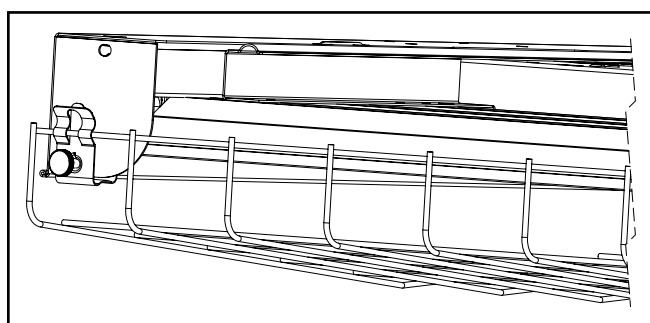

Figure 3.
4. Alignez l'attache/l'écran de protection avec le trou défonçable puis serrez la vis à ailettes jusqu'à ce qu'elle se retrouve dans le trou situé sur l'embout du luminaire (Figure 3.).